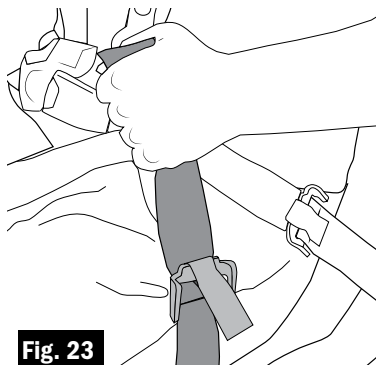

Fig. 23
4. Tirer les sangles de cuisse d'ajustement (fig. 23).